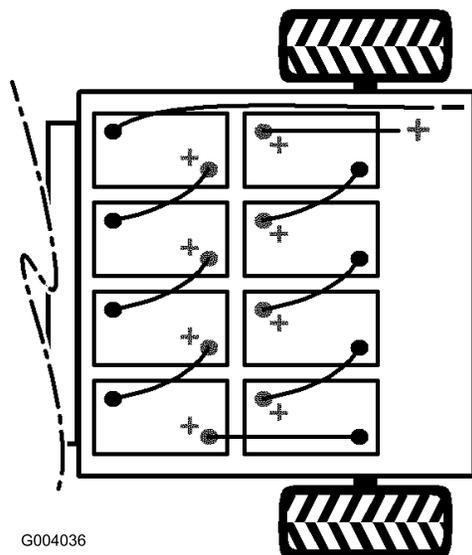

Figura 6
- Instale as baterias (gravura Figura 6).
Nota: Obs.: Preste atenção à polaridade das baterias quando trocar de baterias (Figura 6).
6. Ligue as baterias umas às outras com os cabos próprios (gravura Figura 6). As pontas dos cabos de ligação não podem tocar em arestas vivas.
7. Aperte o parafuso e fixe o outro lado do dispositivo de bloqueio com um parafuso novo (5/16 x 3/4 polegada) e porca flangeada (5/16 polegada) (Figura 6).
8. Ligue o fio positivo comprido e vermelho das baterias ao veículo (Figura 6).
9. Ligue o fio negativo comprido e preto das baterias ao veículo (Figura 6).